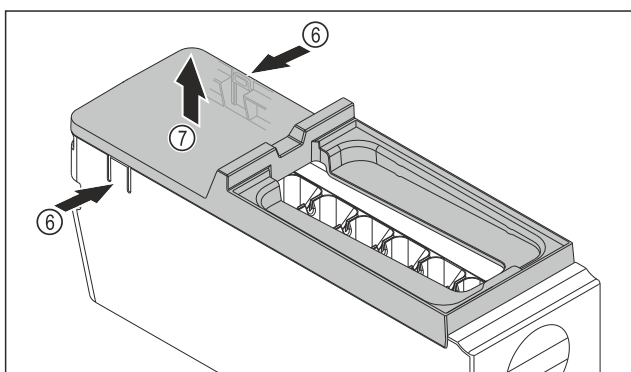

Fig. 83
- ▶ Udtagning af EasyTwist-Ice-legemets afdækning: Tryk på laskerne Fig. 83 (6) på begge sider af EasyTwist-Ice-legemet med den ene hånd.
- ▶ Tag afdækningen Fig. 83 (7) op og ud med den anden hånd.